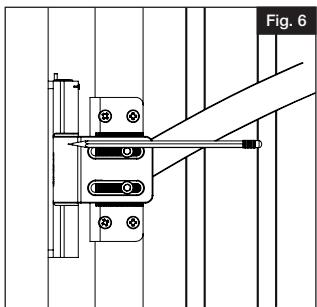

Fig. 6
- d.) Marcar los agujeros guía en la pared o columna, a través de los orificios para tornillos en las bisagras (Fig. 6).